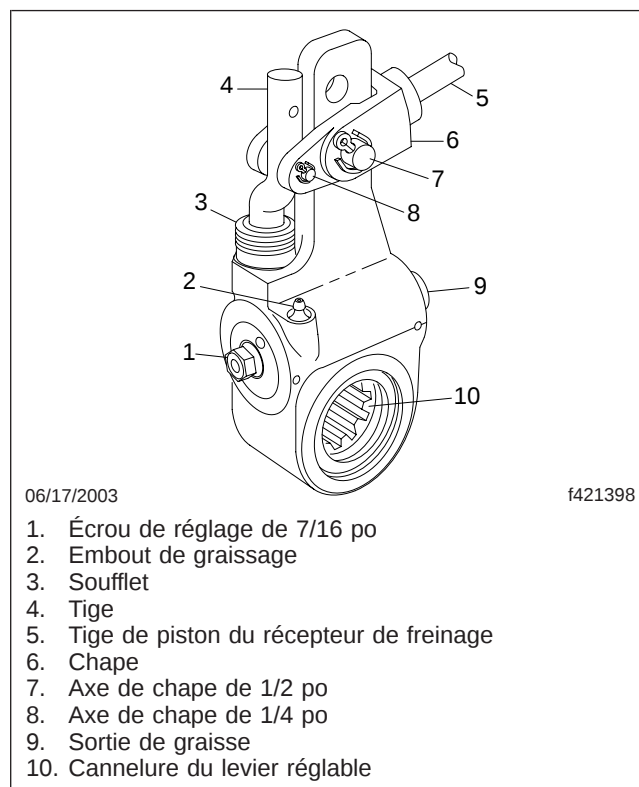
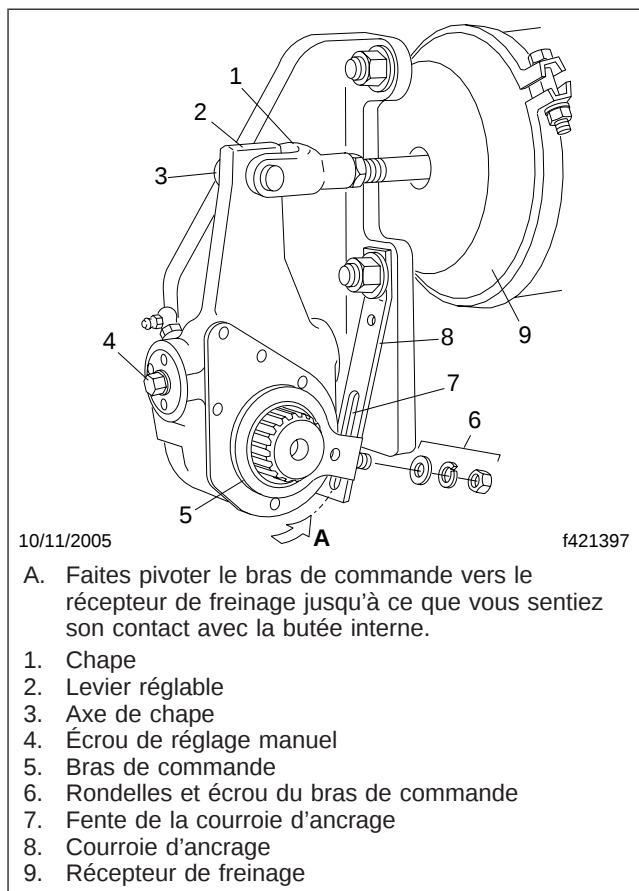
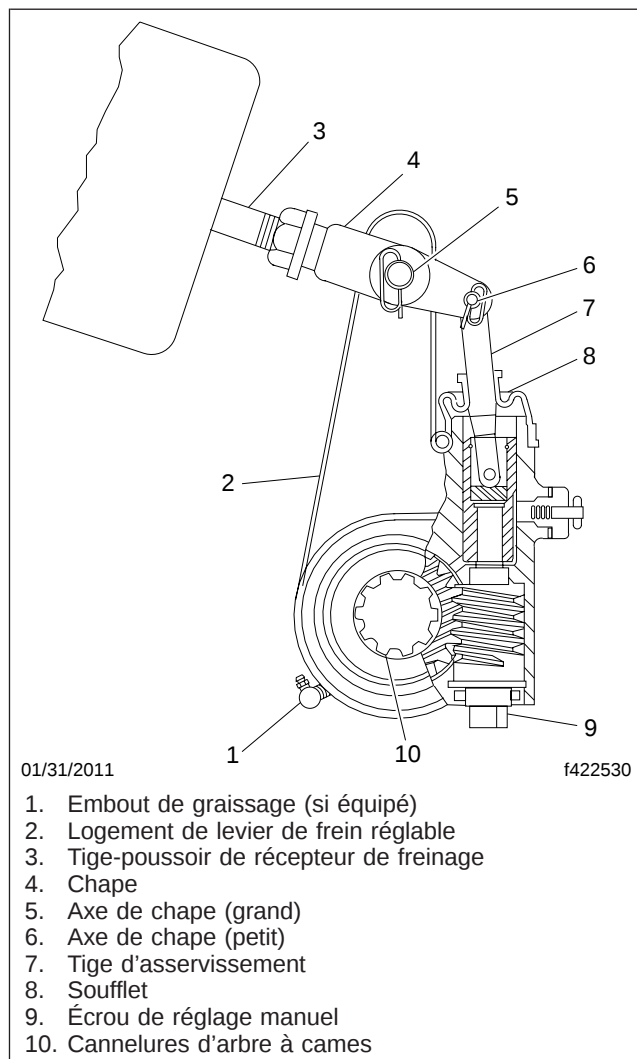

Fig. 21.1, Levier à réglage automatique Gunité
Fig. 21.2, Levier à réglage automatique Haldex
Fig. 21.3, Levier de frein réglable automatique Meritor
2. Inspectez les leviers de frein réglables pour des signes de dommage. Voir la figure 21.1, figure 21.2 ou figure 21.3.